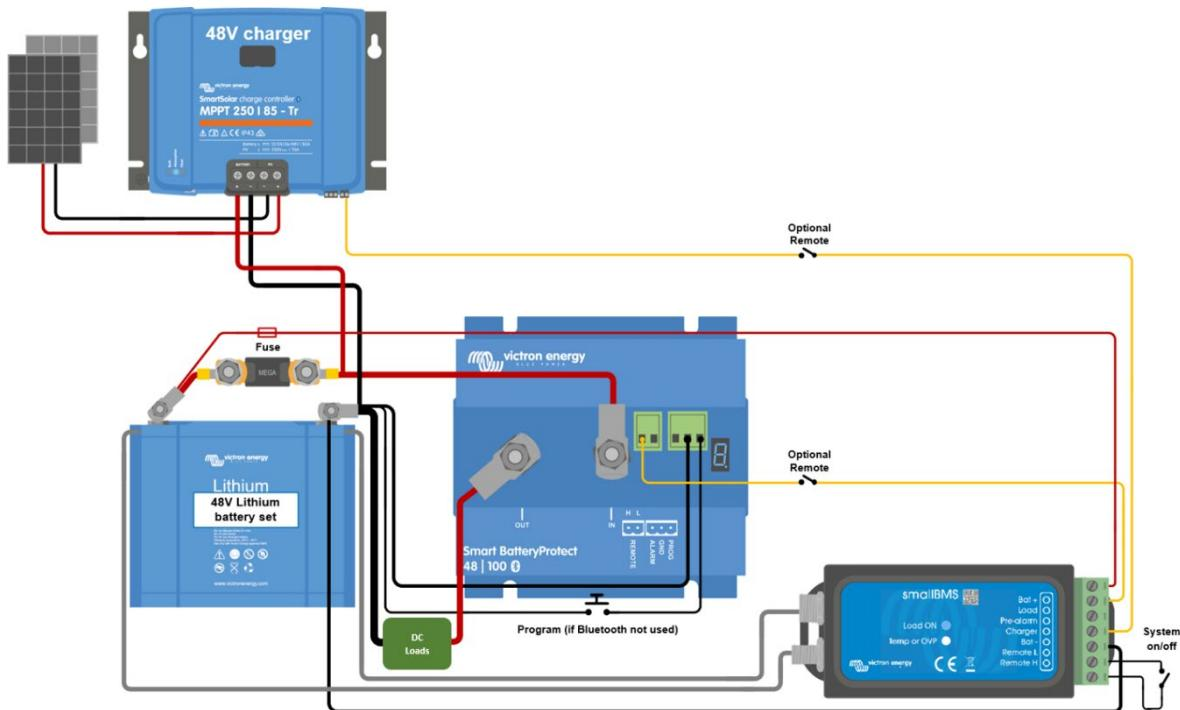

Bild 4: DC-solcellssystem med lithiumjonbatteri (tillämpligt med Ve.Bus BMS eller smallIBMS)
- I litiumjonläge uppstår en död period på 30 sekunder efter att fjärranläggningen på SBP har blivit fritt flytande. Se anmärkningen under bild 4 för en detaljerad beskrivning.